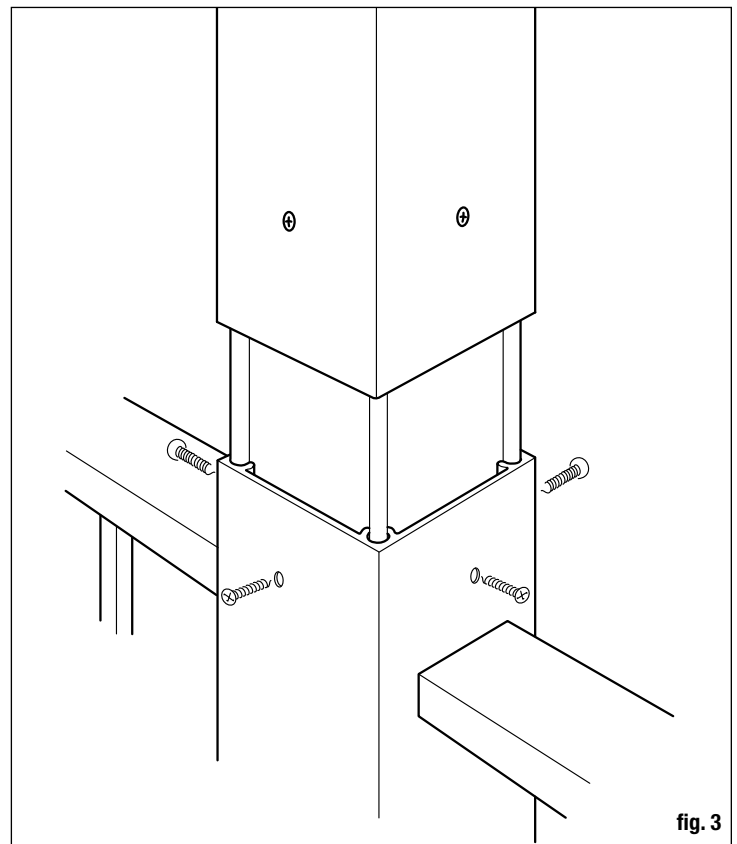

fig. 3
**Paso 4** Deslice el acoplador insertado fuera de la extensión del poste para que se extienda unos 15.24 cm (6 pulg.) y para alinearlo con los agujeros pretaladrados. Asegure el acoplador a la extensión del poste en esta posición con 4 de los tornillos N.º 10 x 1.9 cm (3/4 pulg.), uno de cada lado (fig. 3).